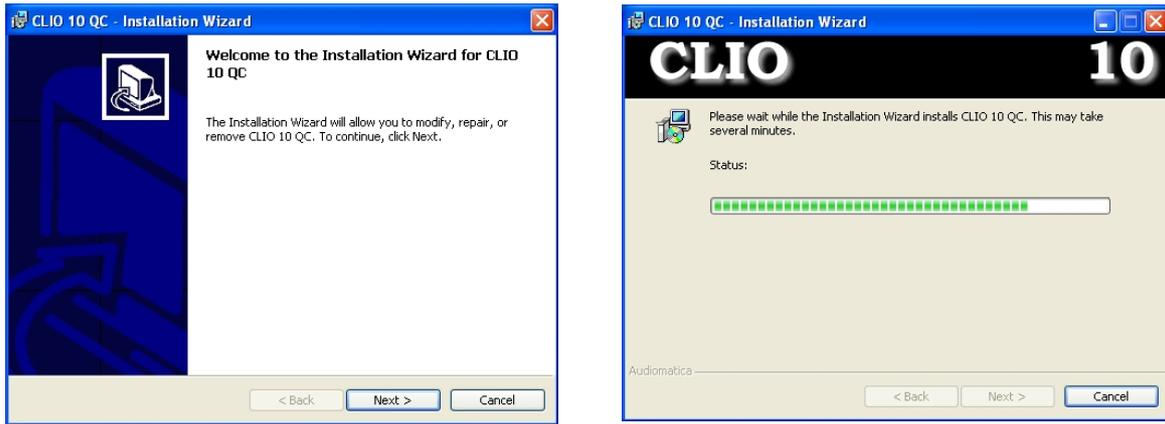

图 3-13
- 3) 按照如图 3-13 CLIO10 安装向导提示，点击下一步“Next”按钮，只需要在提示您是否接受软件的许可协议时选择我接受，和再提示软件注册时输入您的公司名和您的大名即可自动安装完成。